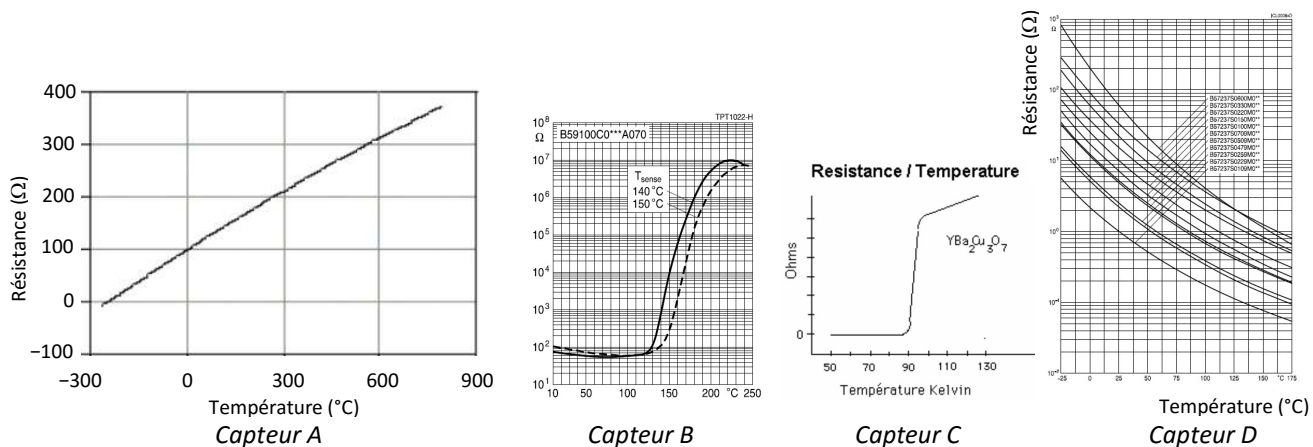
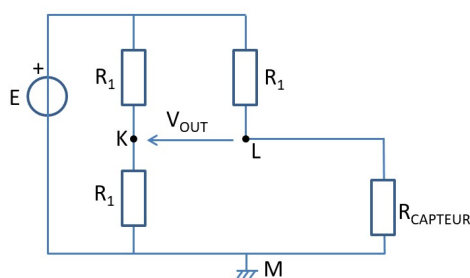

Fig.1. Courbe R(T) pour quatre types de capteurs de température résistifs. NB : pour le capteur D, plusieurs modèles pour un seul type de capteur.
Fig.2. Pont de Wheatstone.
Soit A, B, C et D quatre types de capteurs résistifs de température dont les courbes R(T) sont présentées sur la figure 1.
Prenons dans la suite de ce QCM n°2 le capteur A (figure 1, capteur A).
Pour convertir les variations de résistance avec la température en variation de tension avec la température, un pont de Wheatstone est utilisé (figure 2). Pour toute la suite, $E = 4 \text{ V}$, $R_1 = 100 \Omega$. R_{capteur} varie bien sûr avec la température suivant la courbe A de la figure 1.
2d. Tous les fils sont ici considérés comme parfaits, c'est-à-dire de résistance nulle. Que vaut la tension de sortie V_{out} de la figure 2 à 0°C ?
2f. Les deux fils de liaison ont chacun une résistance R_F . Pour $R_{\text{capteur}} = R_1 = 100 \Omega$ et $R_F = 20 \Omega$, que vaut approximativement la tension V_{out} de la figure 2 à 0°C ? (Remplacez dans la fig.2 R_{capteur} par $R_{\text{capteur}} + 2R_F$.)